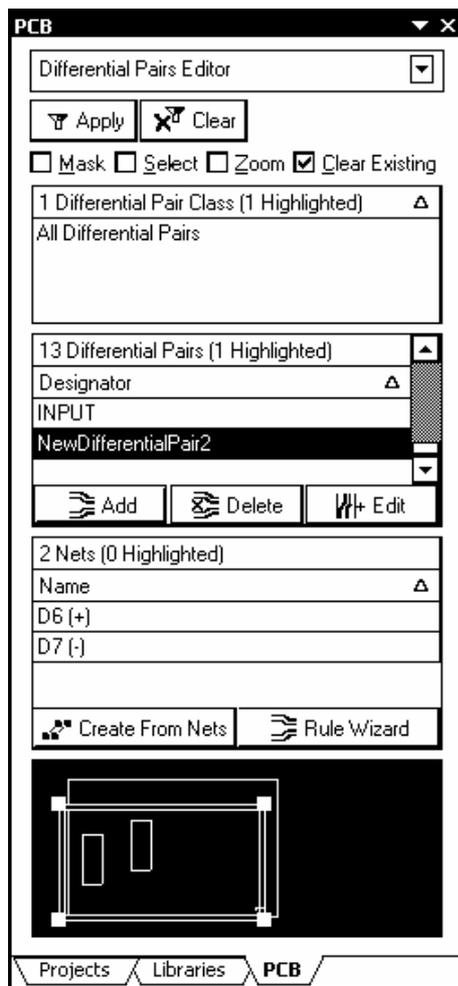
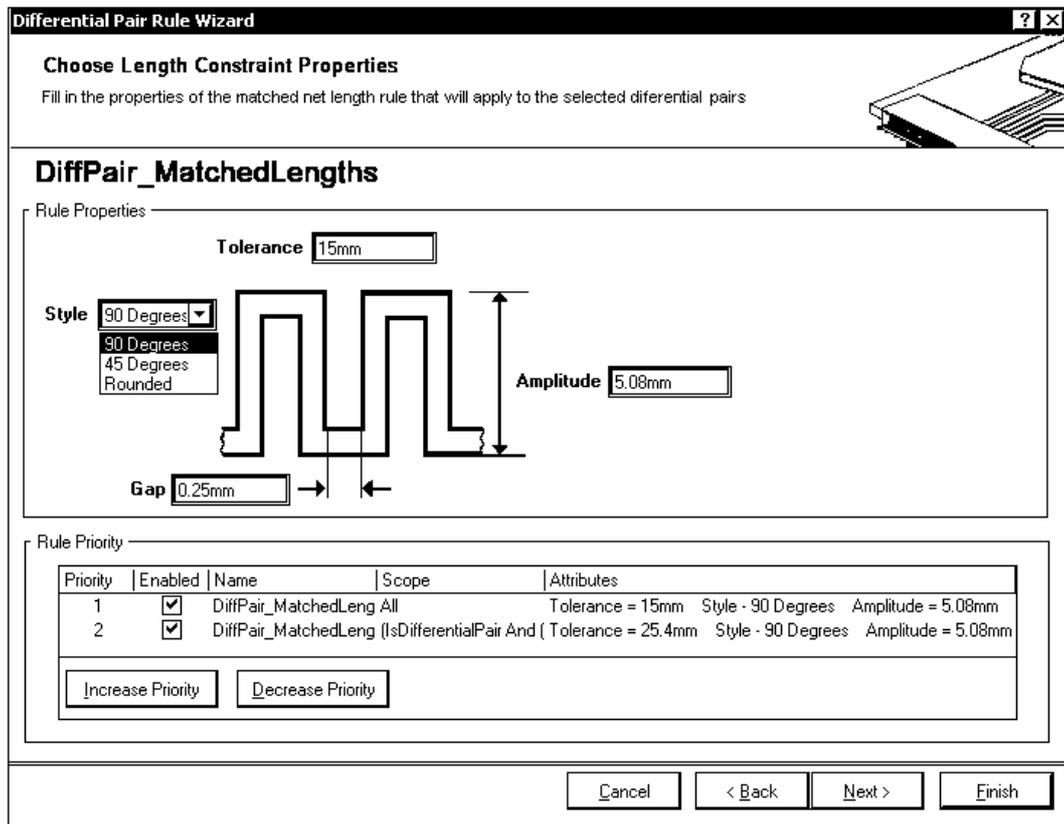

Рис. 7.16
Рис. 7.20
- Щелчком на кнопке Add активизировать объявление новой дифференциальной пары. Открывается окно формирования дифференциальной пары Differential Pair (рис. 7.16).
Результат отображается в полях панели PCB (см. рис. 7.16). При селекции курсором имени новой пары в колонке Designator центрального поля панели в нижележащее поле выводятся имена двух цепей, объединенных в дифференциальную пару. Видим, что к именам добавлены индексы (+) и (-).
3. Matched Net – выравнивание длины проводников в паре добавлением в короткий проводник лесенки или змейки. Данная настройка доступна в ветви High Speed/Matched Net Lengths дерева правил проектирования. Она также вызывается из плавающей панели PCB щелчком на кнопке Rule Wizard (см. рис. 7.16). Вызывается “Мастер подсказки”, на одном из шагов которого открывается диалог настройки DiffPair_MatchedLengths – выравнивания длины проводников в дифференциальной паре (рис.7.20).